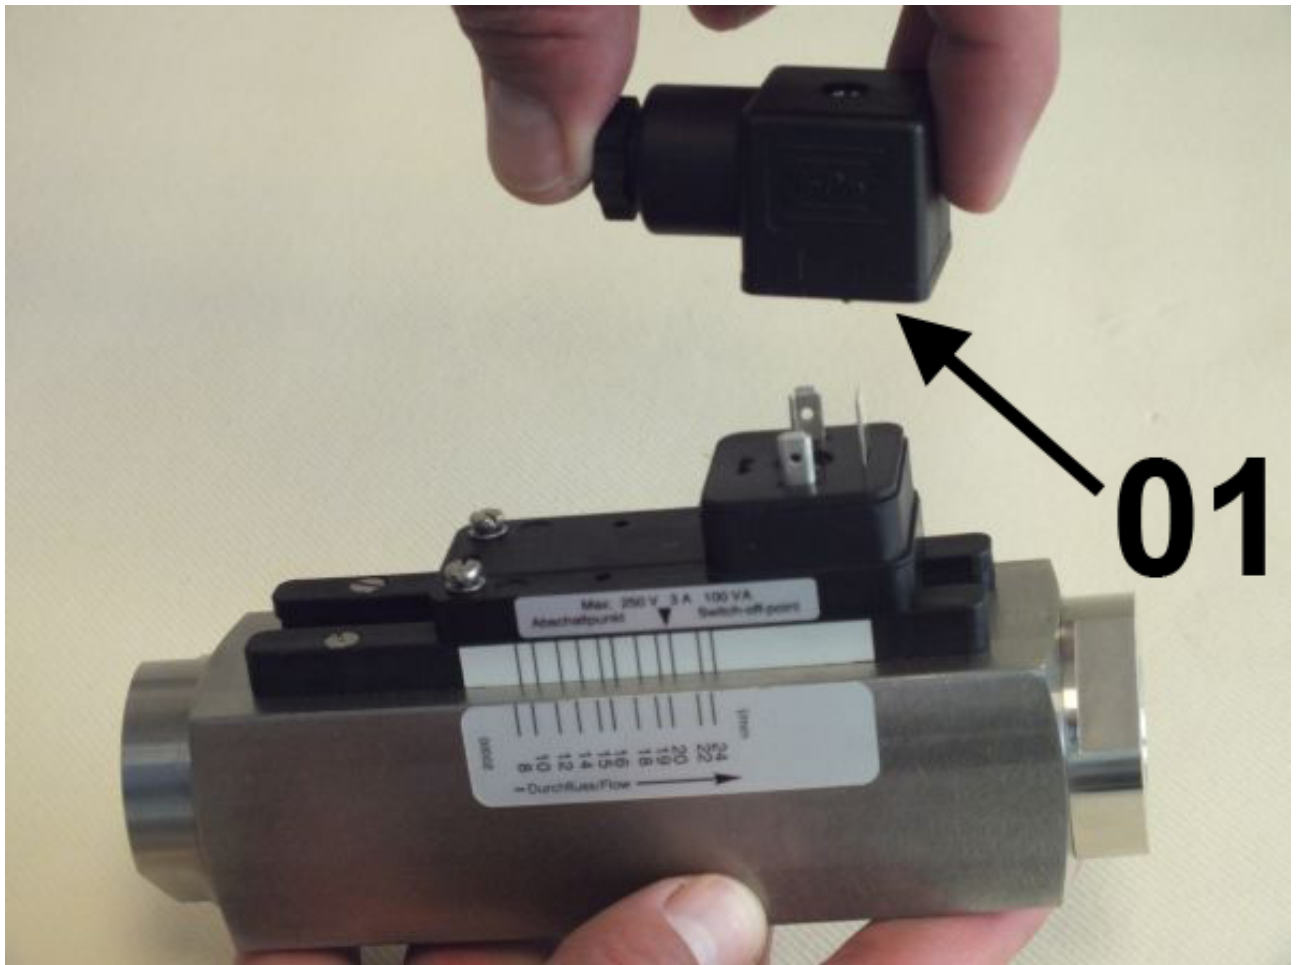

Abb. 28: Steckerdose abziehen
**2.** ➤ Ziehen Sie die Steckerdose (Abb. 28/01) ab